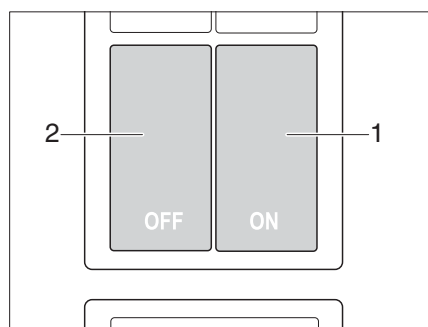

Bild 110 Schalter für Zentralverriegelung der Küchenbedienzeile
Die Küchenbedienzeile ist mit einer Zentralverriegelung ausgestattet. Die Klappen und Schubfächer des Küchenblocks lassen sich über den Schalter (Bild 110) manuell verriegeln und entriegeln.
- Schalter ON (Bild 110,1) drücken. Klappen und Schubfächer des Küchenblocks sind verriegelt.
- Schalter OFF (Bild 110,2) drücken. Klappen und Schubfächer des Küchenblocks sind entriegelt.